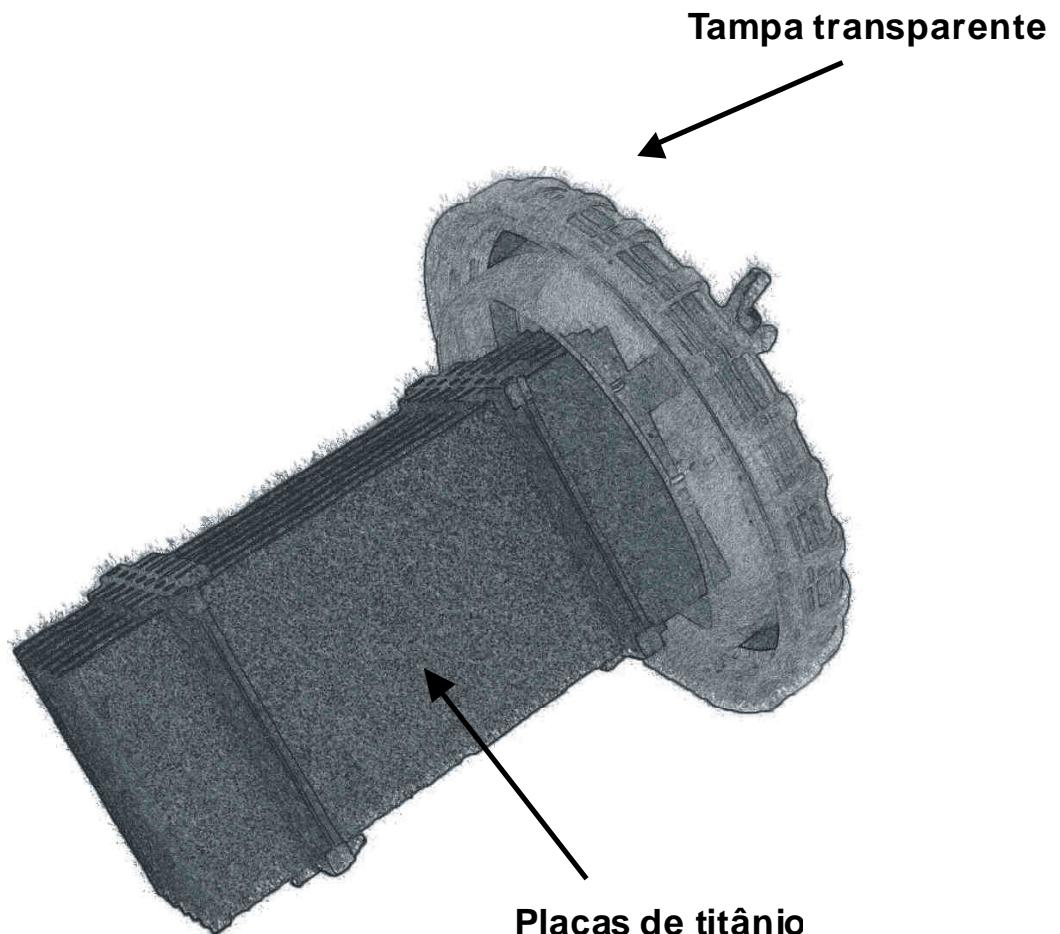

Figura 3
2) CELULA ELETROLÍTICA, produzida em titânio (**figura 3**), um dos materiais mais resistentes à corrosão causada por quase todos os tipos de produtos (inclusive o cloro), que tem como finalidade “quebrar” as moléculas de sal (Cloreto de Sódio NaCl) e água (H₂O) e reagrupá-las, transformando-as em Hipoclorito de Sódio (NaClO), um agente com alto poder bactericida. Essa “quebra de moléculas” se faz através de um processo de eletrólise, que ocorre entre as placas de titânio, quando elas recebem uma determinada corrente elétrica.